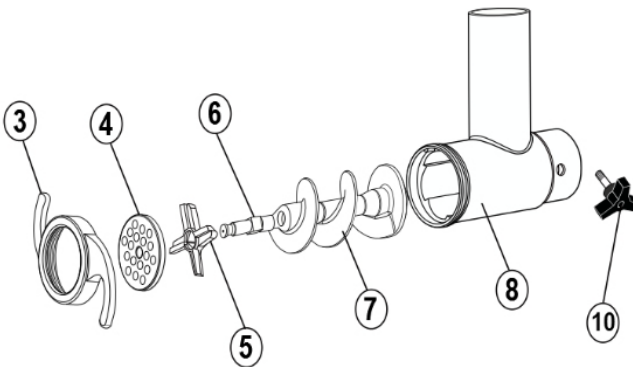

FIG. 1 VISTA EXPLOCIONADA DE LA UNIDAD DE MOLIENDA
1.- Retire la tuerca (3) girándola en contra de las manecillas. Extraiga el cedazo (4), Navaja (5) y el gusano (16) **(Ver Fig 1)**.